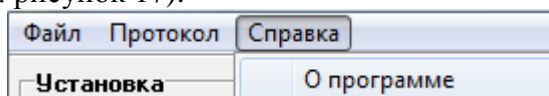

Рисунок 17
7.11.4 Пункт «Справка» (см. рисунок 17):